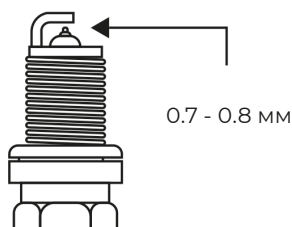

рис. 9
7. с помощью специального щупа проверьте зазор между центральным и боковым электродами. При необходимости, установите зазор в пределах 0.7-0.8 мм (рис. 9);